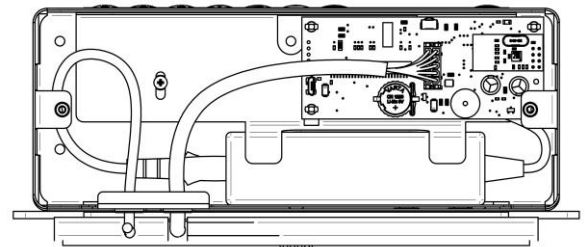

Рис. 26
2. Подключите провод от вентиляционного блока к плате управления и установите батарейку. см. Рис. 26.